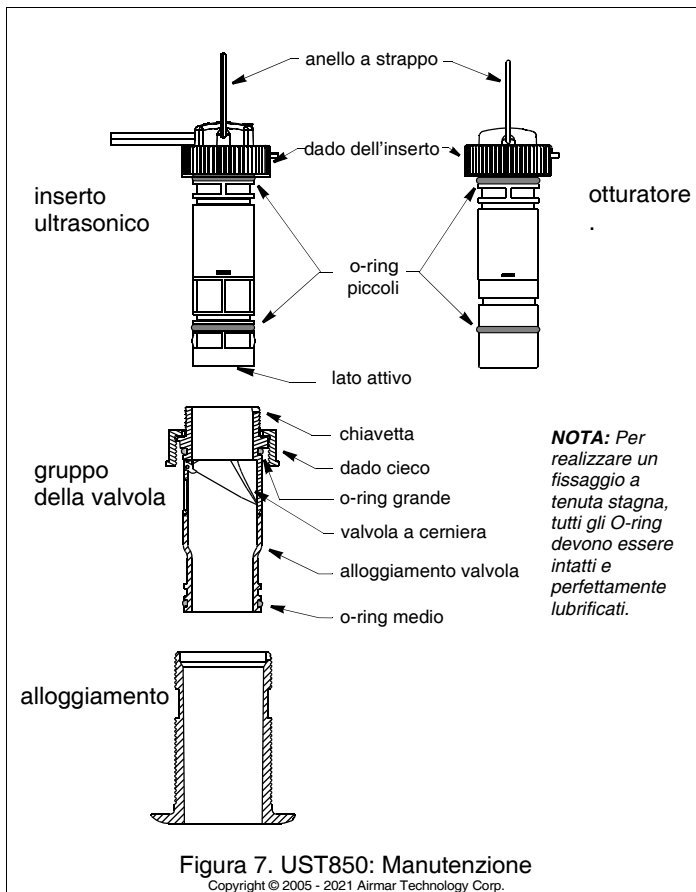

Figura 7. UST850: Manutenzione
1. Collocate il dado *dell'inserto* in cima all'otturatore (Figura 7). Collegate l'anello a strappo all'otturatore, catturando il dado *dell'inserto*.
3. Svitare il dado *dell'inserto*. **Non rimuovete il dado cieco**. Afferrate l'anello a strappo e rimuovete l'inserto ultrasonico tirando lentamente (Figura 7).
- Per liberare il dado *cieco*, staccate l'inserto ultrasonico/otturatore dal gruppo della valvola svitando il dado *dell'inserto* (Figura 7). Afferrate l'inserto ultrasonico/otturatore tramite l'anello a strappo e tirate lentamente verso l'alto.
- Pulite, riparate o sostituite il gruppo della valvola in modo che la valvola a cerniera si muova liberamente e si posizioni contro l'alloggiamento della valvola (Figura 7).